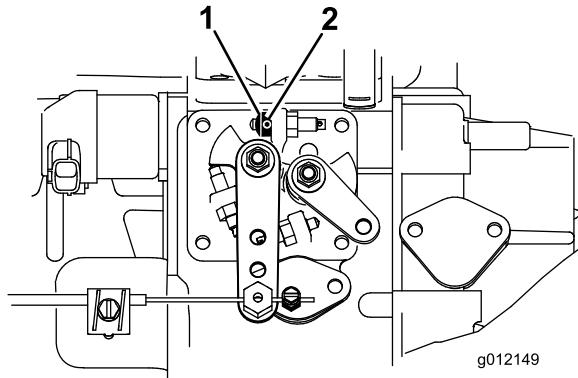

Figura 7
1. Allentate la vite di arresto sul fermo acceleratore (Figura 7).
2. Infilate il fermo acceleratore all'interno della vite d'arresto della minima superiore (Figura 7). L'estremità smussata del fermo acceleratore deve essere posizionata verso l'esterno.